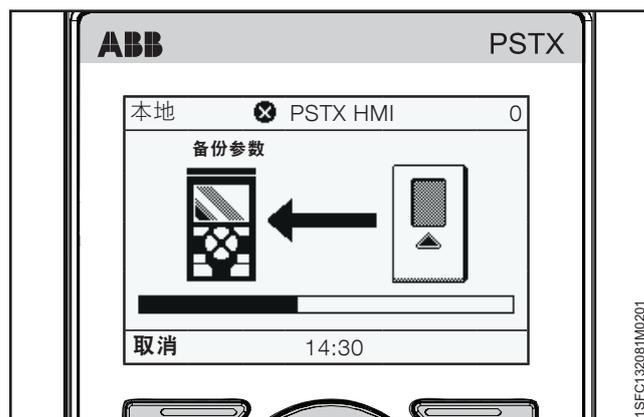

图 6.25
3. 参数的下载过程如图 6.25 中所示。备份文件的名称显示为创建时的日期、月份和年份。